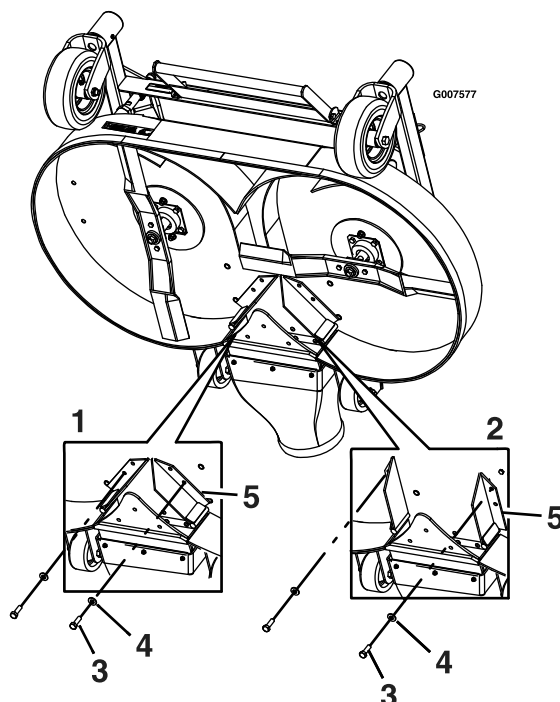

Figure 23
7. Retirez le boulon et la rondelle à l'avant de chacun des déflecteur FRS (Figure 23).